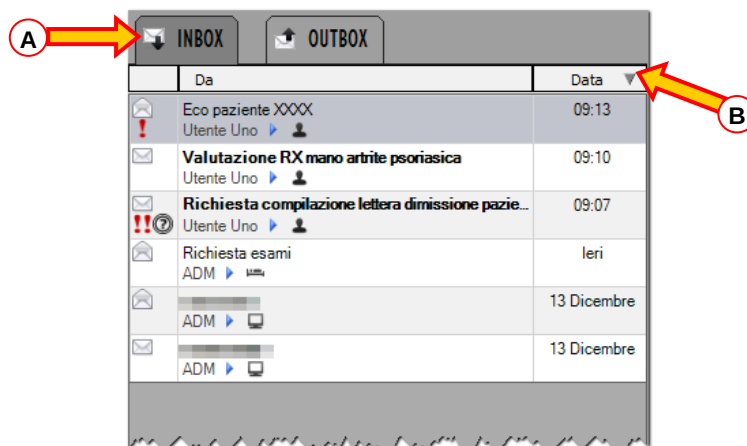

Fig 61
L'area sinistra elenca tutti i messaggi ricevuti dall'utente, o che l'utente è abilitato a visualizzare (Fig 61).
In quest'area ogni riga corrisponde ad un messaggio ricevuto. La riga evidenziata (la prima in alto nell'esempio mostrato in Fig 61 **A**) indica quale messaggio è selezionato. Il messaggio selezionato è visualizzato per esteso nella parte destra della schermata (descritta nel paragrafo 8.5.2).
I messaggi sono ordinati in ordine cronologico (in alto i più recenti). È possibile invertire l'ordine, e visualizzare in alto i messaggi più lontani nel tempo cliccando l'area **Data** indicata in Fig 61 **B**. Se, sulla stessa riga, è cliccata l'area "Da", i messaggi sono ordinati per "Titolo" ("Subject" - in ordine alfabetico).
- Cliccare sul riquadro ad esso corrispondente nell'elenco dei messaggi a sinistra (mostrato in Fig 61).